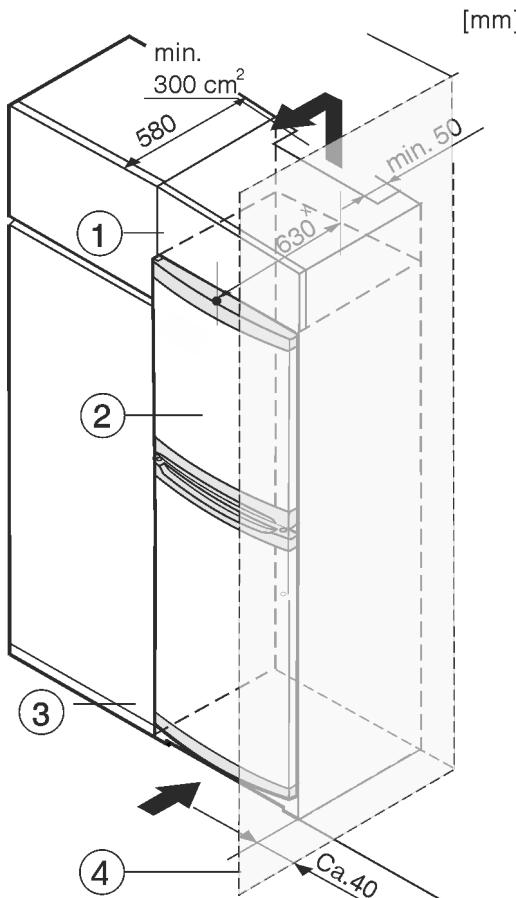

Fig. 8
Prietaisą galima montuoti į virtuvės spintelėles. Norint prietaisą Fig. 8 (2) priderinti prie nišos aukščio, virš jo galima įrengti uždedamą spintelę Fig. 8 (1).
Kai prietaisas montuojamas į virtuvės spintelėles (maks. gylis 580 mm) tuomet prietaisą galima statyti tiesiog šalia virtuvės spinotos Fig. 8 (3). Prietaisais išsikišęs iš už virtuvės spinotos priekinės dalies 34 mm × šonuose ir 50 mm × prietaiso viduryje.
Jei prietaisas su lankstais statomas greta sienos Fig. 8 (4), mažiausias atstumas tarp prietaiso ir sienos turi būti 40 mm. Tai atitinka rankenų išsikišimą esant atvertoms durims.